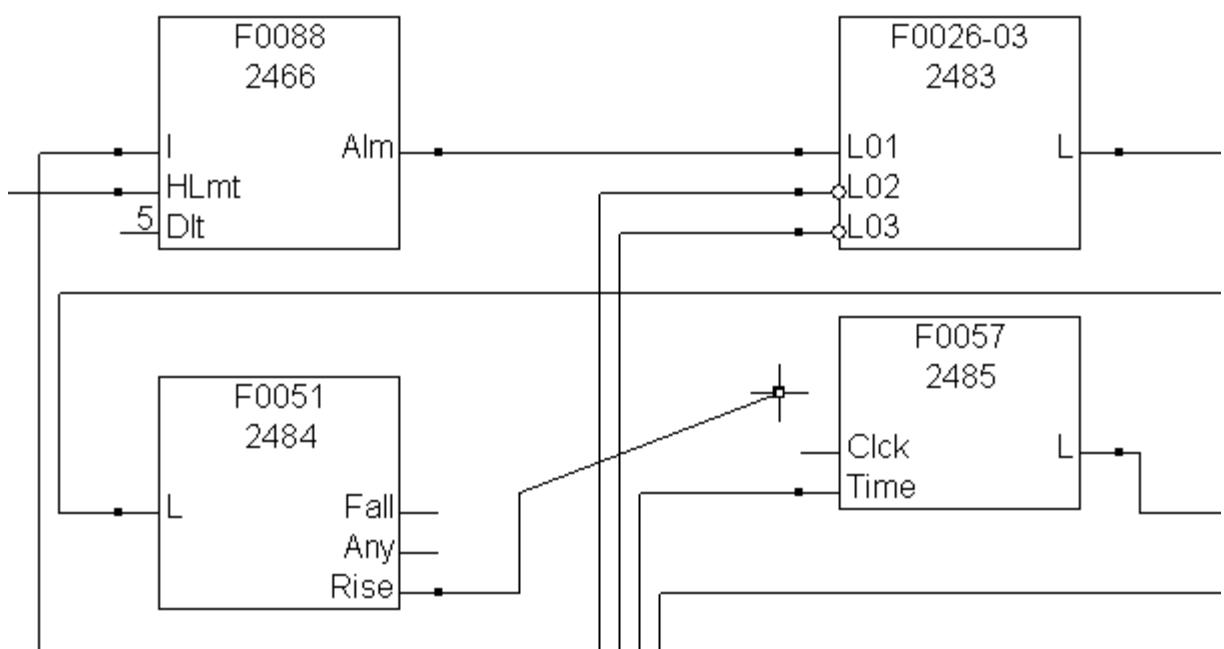

Рис. 4.4.2.1. Пример рисования связи.
*Рис. 4.4.2.2. Пример отображения ошибки «Кольцо!», возникшей при попытке привязать ответвление связи к тому же участку, от которого оно отведено (ошибочная ветка связи выделена толстой линией).*